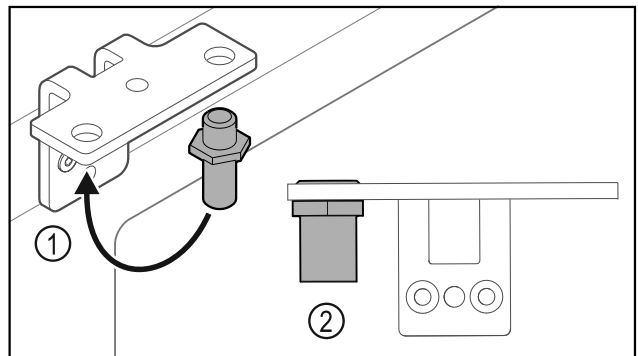

Fig. 38
- ▶ Helyezze át a csuklópántban a csapszeget Fig. 38 (1).
- ▶ Húzza meg a csapszeget Fig. 38 (2) **12 Nm-es forgatónyomatékkal**.